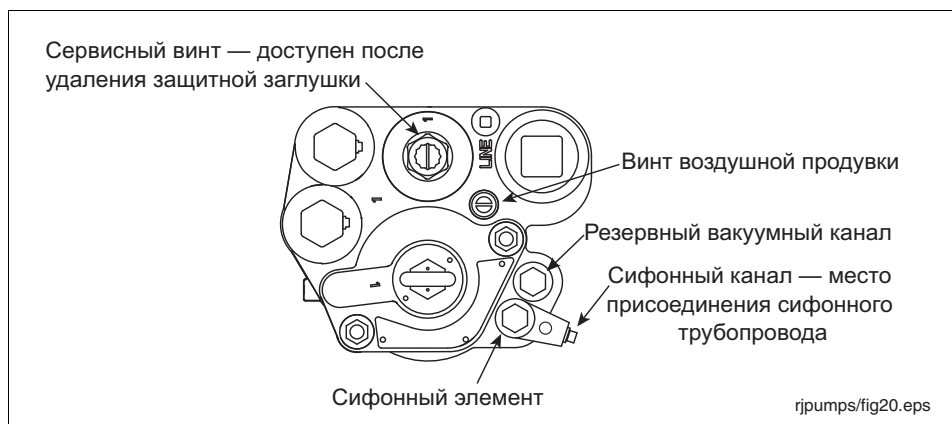

Рис. 19. Присоединение сифонной линии
Сифонный канал для ПТН Red Jacket представляет собой сифонный узел, устанавливаемый в один из вакуумных каналов (см. рис. 19). Ослабив верхнюю шестигранную головку, выход канала можно повернуть для соединения со входящей сифонной трубкой. Установив сифонный узел в нужное положение, закрутите его с моментом 15–30 фут-фунт силы (20–41 Н•м).
2. Поверните винт воздушной продувки на 2–3 оборота против часовой стрелки (см. рис. 19).